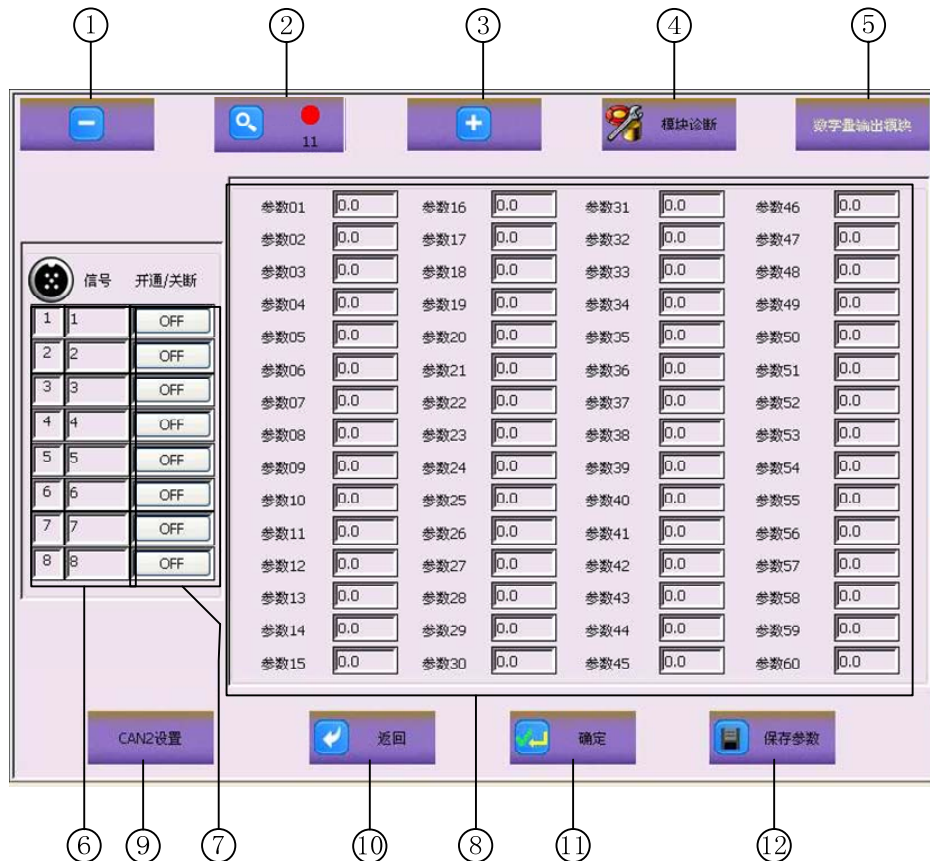

图33 DO 模块参数设置界面
当在参数设置主界面点击DO模块，将弹出DO模块的参数设置界面，如图33所示。
- ① 按下该按键，将跳转到上一个模块的参数设置界面
- ② 模块号：显示当前模块的模块号，图33中显示的是J11模块
- ③ 按下该按键，将跳转到下一个模块的参数设置界面
- ④ 模块诊断按键：点击该按键，将进入当前模块的故障诊断界面
- ⑤ 模块类型：该图标显示当前模块的模块类型，图33中显示的是DO模块
- ⑥ 通道互换：实现各通道互换。例如点击信号列 “1” 通道，在弹出小键盘中输入 “5” 后点击确定，即可实现通道1和通道5的互换。即原来的1通道为现在的5通道，原来的5通道为现在的1通道。各通道可任意互换。
- ⑦ ON/OFF： 可设置8路输出通道的开启和关闭。ON表示通道开启，该通道按实际值输出；OFF表示通道关闭
- ⑧ 模块参数设置：DO模块需要设置的60个参数